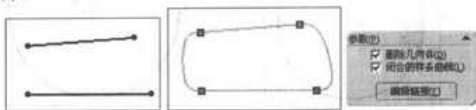

图 2-36 勾选“闭合样条曲线”复选框的效果
- 闭合样条曲线：勾选此复选框，只有在参照实体为非封闭实体时才能使用，如图 2-36 所示。